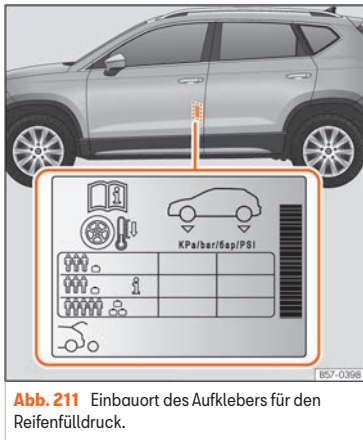

Abb. 211 Einbauort des Aufklebers für den Reifendruck.
- Passen Sie bei größerer Zuladung den Reifendruck entsprechend an »» (Abb. 211).
Die Angaben zum Reifendruck befinden sich auf dem Aufkleber an der Fahrertürsäule »» (Abb. 211).
Der Reifendruck muss der aktuellen Fahrzeugbelastung angepasst werden. Wenn das Fahrzeug voll beladen werden soll, muss der Reifendruck entsprechend dem auf dem Reifendruck-Aufkleber angegebenen maximalen Wert erhöht werden »» (Abb. 211).
Füllen Sie bei einem minimierten Notrad (125/70 R16 oder 125/70 R18) auf einen Druck von 4,2 bar, gemäß Angabe auf dem Aufkleber mit den Reifendruckwerten »» (Abb. 211).
Je nach Fahrzeug kann der Reifendruck auf halbe Last eingestellt werden, um den Fahrkomfort zu verbessern (Reifendruck **i** »» (Abb. 211)). Beim Fahren mit Komfort-Reifendruck kann sich der Kraftstoffverbrauch leicht erhöhen.
- Der Fahrer ist verantwortlich für den richtigen Reifenfülldruck an allen Reifen am Fahrzeug. Der empfohlene Reifenfülldruck befindet sich auf einem Aufkleber »» (Abb. 211).
- Immer den richtigen Reifenfülldruck am kalten Reifen einhalten, wie auf dem Aufkleber angegeben »» (Abb. 211).